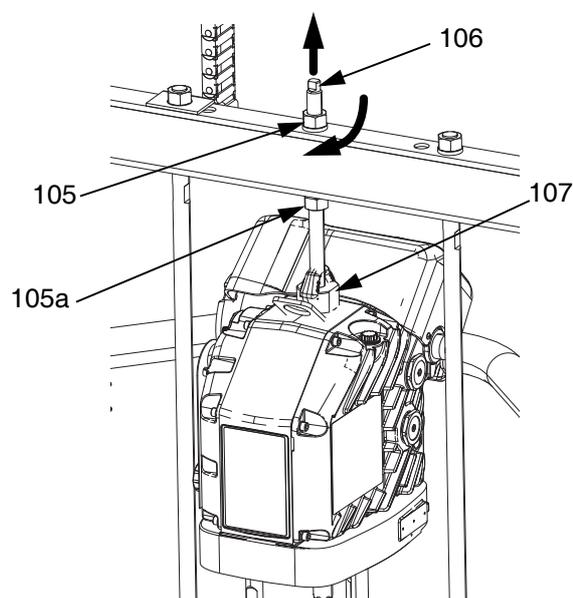

FIG. 24
- a. Abaisser le moteur sur le bas de pompe en utilisant une clé sur l'écrou (105) situé sur la barre de l'élévateur. Voir la FIG. 24 à la page 31. Visser l'écrou (105) vers le haut et le serrer sous la barre de l'élévateur. Serrer l'écrou (105) en dessous de la barre transversale à un couple maximum de 34 N•m.